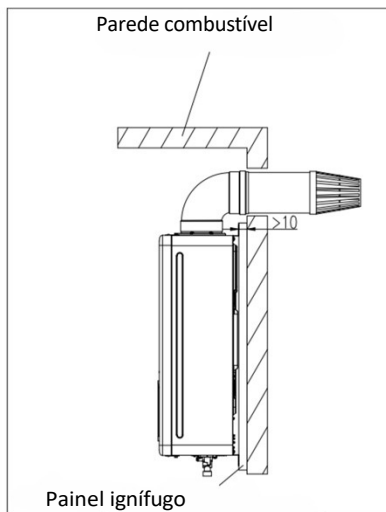

Fig. 8 (Unité : mm)
- Quando os materiais das peças de instalação forem combustíveis ou inflamáveis, deve-se usar um painel ignífugo para isolar, uma placa resistente ao calor e um espaço na parede superior a 10 mm, e o tamanho da placa de aquecimento deve ser 10 mm maior do que o da carcaça do aquecedor. (Fig. 8)